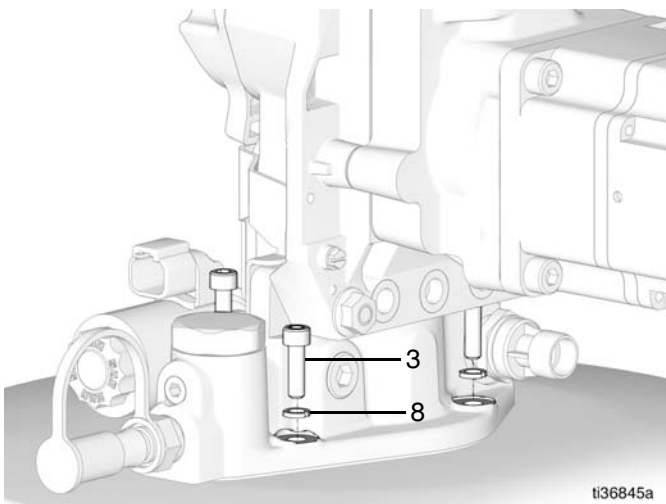

FIG. 9
9. Aligner les quatre rondelles (8) et les quatre vis (3) sur la pompe, le joint d'étanchéité et le couvercle (FIG. 9). Se servir d'une clé pour le serrer fermement.